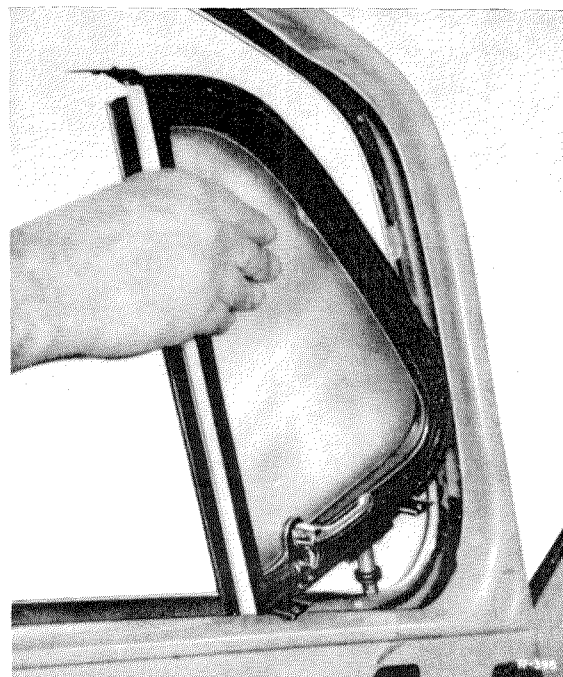

Fig. 72—13/1
5. Unscrew the three fixing screws (2) (see Fig. 72—12/1) and remove the ventilator (Fig. 72—13/1).